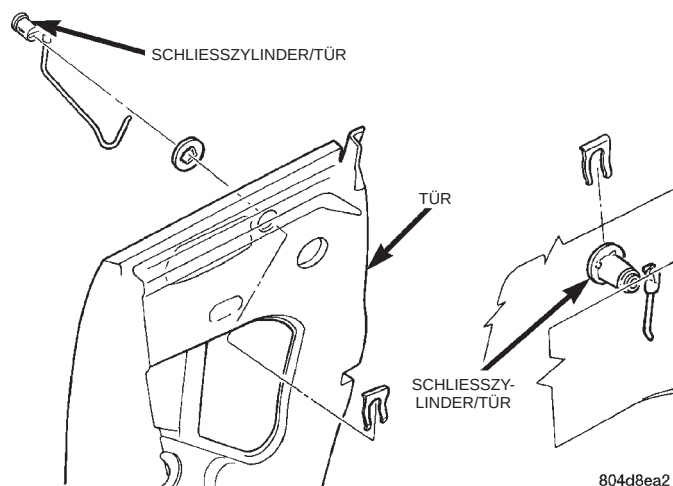

Abb. 33 Schließzylinder der Tür
- (1) Türaußengriff abbauen.
- (2) Halteclip lösen, mit dem der Schließzylinder am Türaußenblech befestigt ist (Abb. 33).
- (3) Halteclip lösen, mit dem das Verbindungselement am Schließzylinder befestigt ist.
- (4) Schließzylinder aus dem Türaußenblech ausbauen.